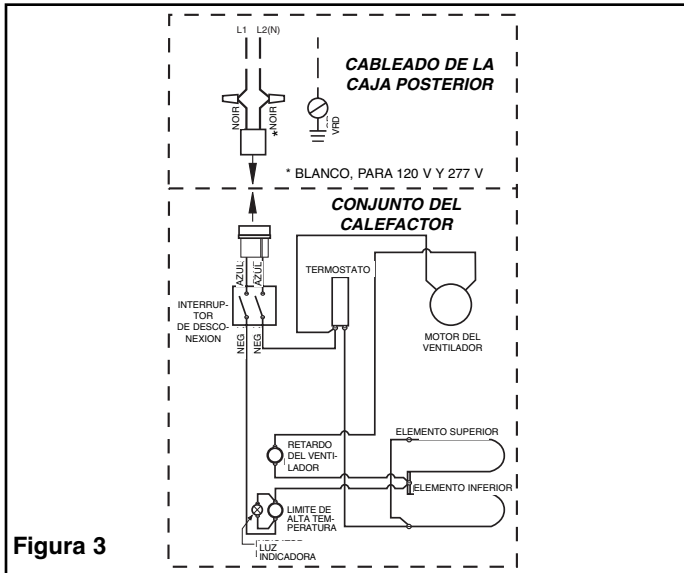

Figura 3
1. Siguiendo el diagrama de conexionado (Figura 3), conecte el cableado de alimentación eléctrica a los conductores del calefactor ubicados en la caja posterior.